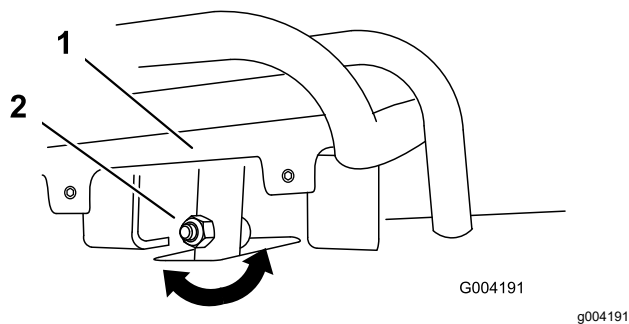
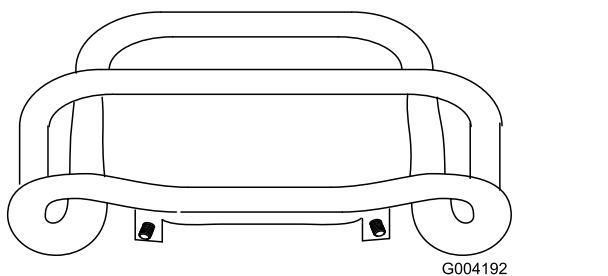

Рисунок 52
Рисунок 53
4. Если передняя часть органа управления тягой не встает параллельно контрольной штанге и вровень с ней, ослабьте гайку и болт в хвостовике органа управления тягой (Рисунок 52).
5. Отрегулируйте орган управления тягой таким образом, чтобы при перемещении прямо назад он находился на одном уровне с контрольной штангой (Рисунок 52 и Рисунок 53).
- C. Ослабьте гайку с фланцем и болт в хвостовике органа управления тягой (Рисунок 52).
- I. Отрегулируйте орган управления тягой таким образом, чтобы при перемещении прямо назад он находился на одном уровне с контрольной штангой (Рисунок 52 и Рисунок 53).